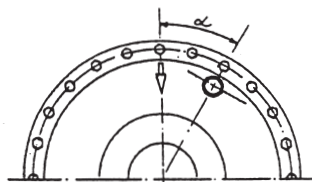

Fig. 6
- Posizionare il giunto con l'asse orizzontale e ruotare lo stesso fino a portare sull'asse verticale (in alto) la freccia indicata sulla girante (Fig.6).
- Position the coupling to have its axle horizontal and turn it so as to have the arrow shown on the housing (Fig. 6) in a vertical position.